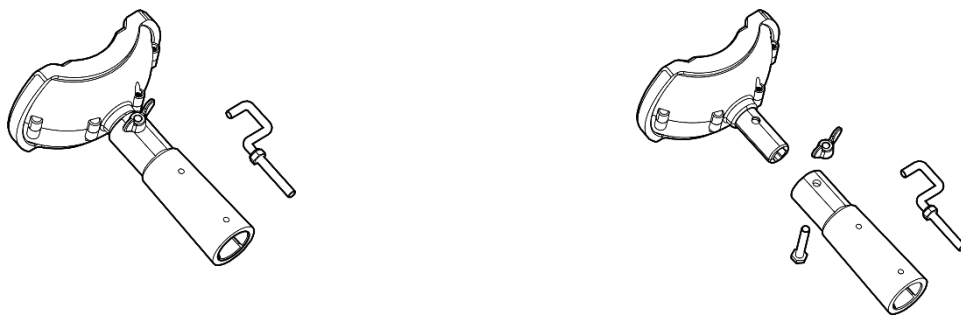

Рисунок 5.3
5.6. При использовании устройства для снятия с извещателей защитных колпаков необходимо установить в устройство съёмный крюк, отсоединив захват (Рисунок 5.3).